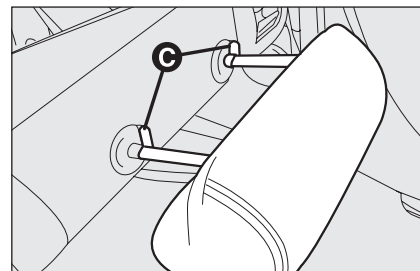

fig. 30
- ☐ premere i tasti **C-fig. 30** (ubicati a lato dei due sostegni degli appoggiatesta) quindi rimuovere gli appoggiatesta sfilandoli verso l'alto.